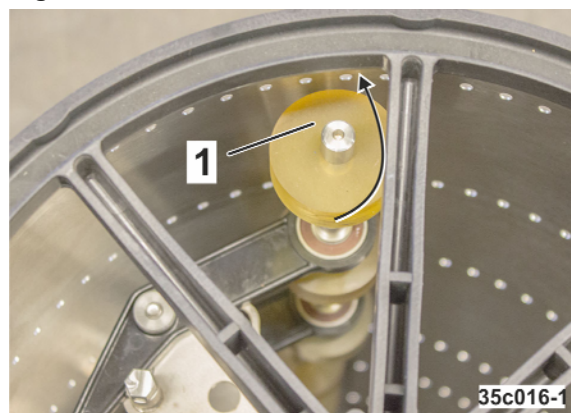

Fig. 332
1. Placer les rouleaux de recouvrement des trous (Fig. 332/1) sur le tambour de distribution.